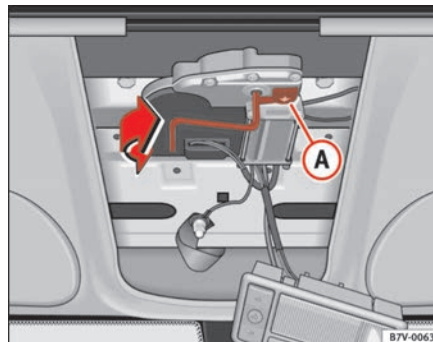

Abb. 69 Notbetätigung
- Den Schutz **A** => Abb. 69 der Kurbelöffnung in Pfeilrichtung drehen.
⇒ Seite 109, Abb. 69 über die Kurbelöffnung drehen.